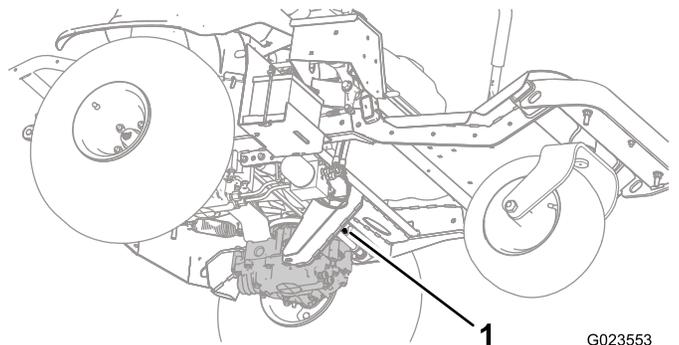
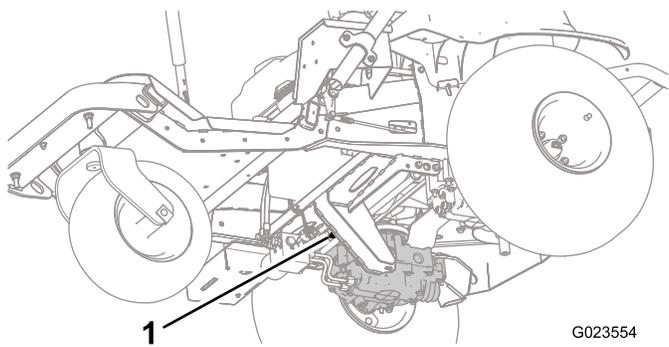
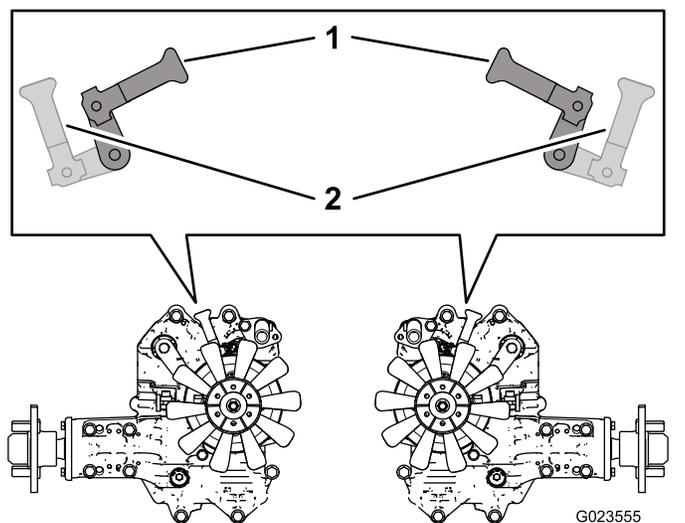

Figure 22
Figure 23
Figure 24
2. En passant sous la machine, tournez les leviers de dérivation (Figure 22 et Figure 23) pour les orienter vers l'intérieur et le centre de la machine (Figure 24), puis desserrez le frein de stationnement ; voir Utilisation du frein de stationnement (page 20).
3. Lorsque vous avez fini de pousser ou remorquer la machine, tournez les leviers des vannes de dérivation vers l'avant de la machine pour pouvoir conduire cette dernière (Figure 24).